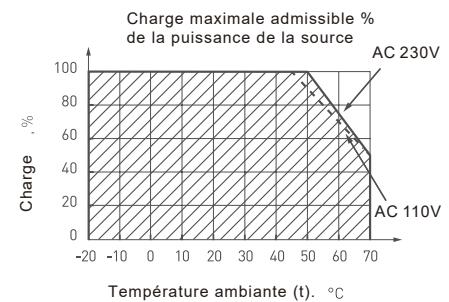

FIG.3. Capacité d'alimentation, en fonction de la température
- 4.3 Ne chargez pas la source d'alimentation avec plus de 80 % de sa puissance maximale. N'oubliez pas que lorsque les températures ambiantes augmentent, la puissance maximale de l'alimentation diminue voir FIG.3.